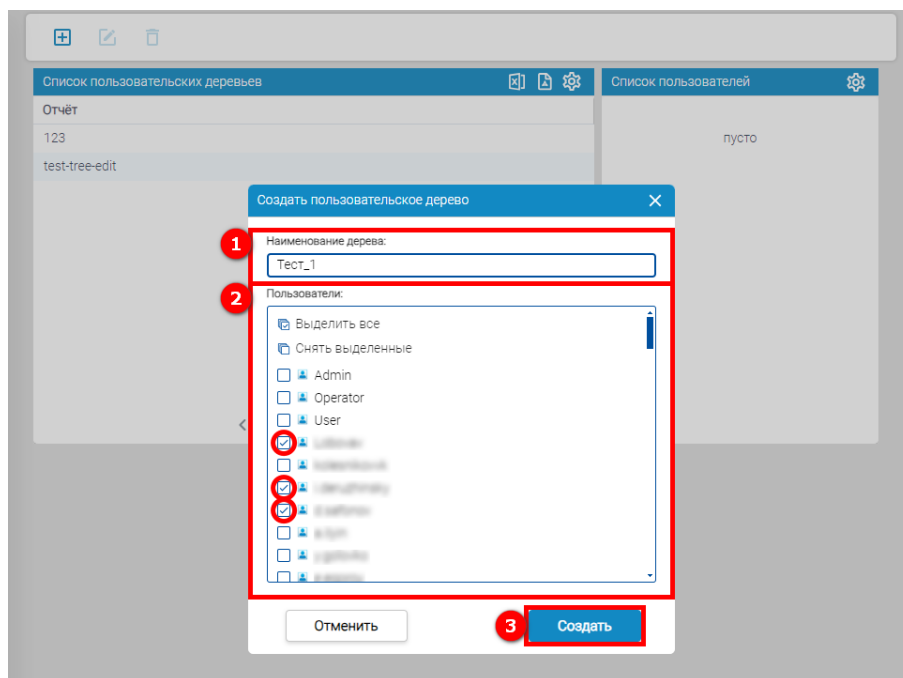

Рисунок 74 – Создание пользовательского дерева
Для добавления «нового» дерева необходимо нажать кнопку  в левом верхнем углу вкладки. В открывшемся окне указать наименование создаваемого дерева (1) (см. рисунок 74), и отметками выбрать пользователей (2), у которых будет доступ к создаваемому дереву.